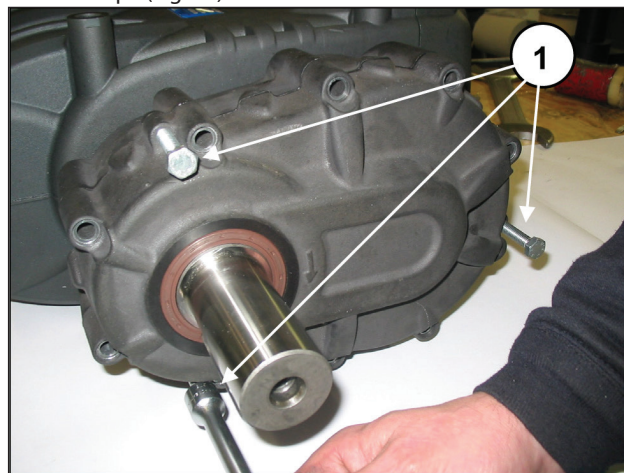
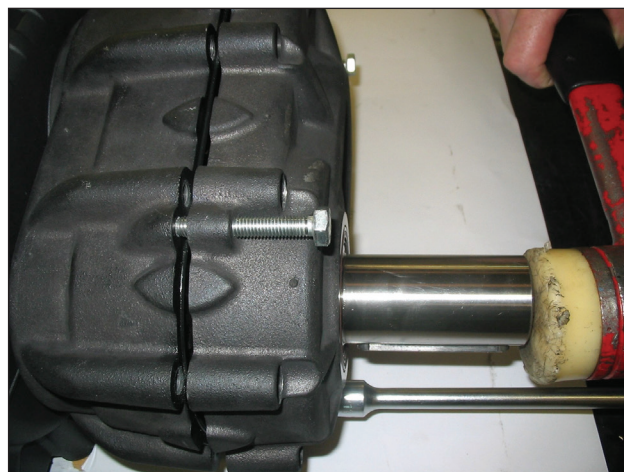

Fig. 16
Fig. 17
- Posicione nos respectivos furos e aperte as 3 cavilhas ou parafusos roscados M8 (Fig. 16, pos. ①) com a função de extratores e simultaneamente bata no pinhão, de modo que o rolamento permaneça no pinhão durante a extração da tampa (Fig. 17).